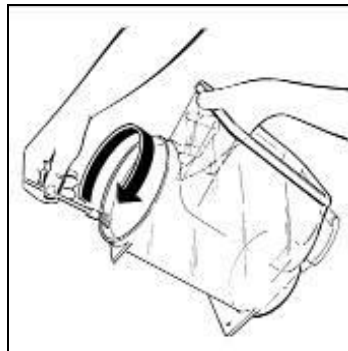

Fig. 14
- **L**ubrifier la partie arrière du bac à l'endroit où il coïncide avec son joint d'étanchéité (voir figure 14) ;